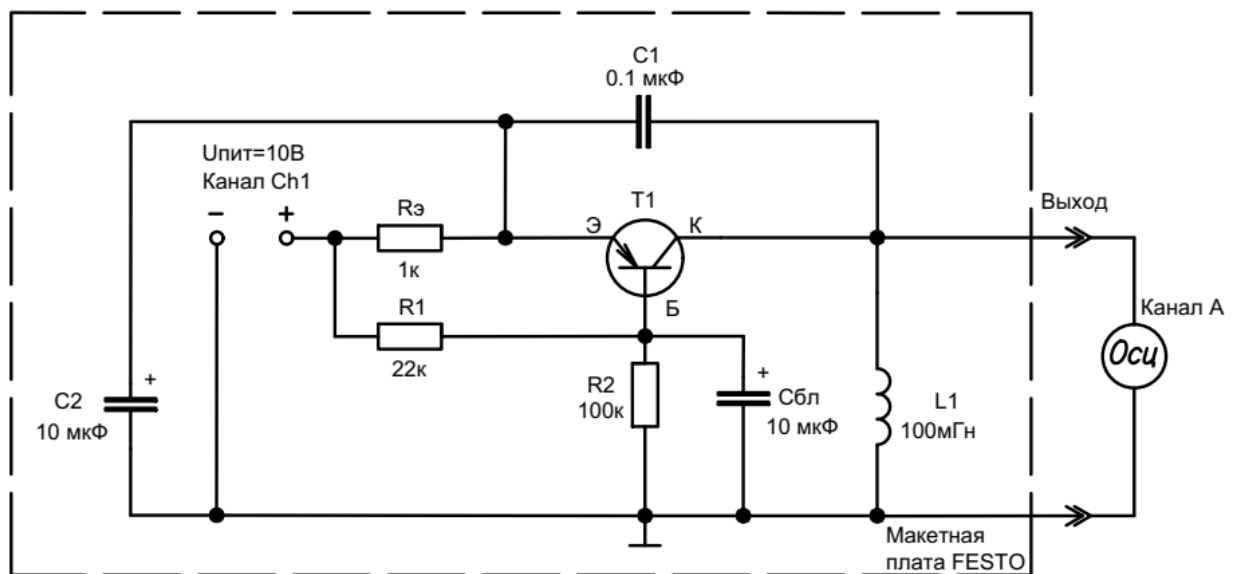

Рисунок 2 – Генератор на основе биполярного транзистора
Для исследования параметров генератора собрана схема (рисунок 2). Напряжение питания генератора – 10В. Для оценки параметров выходного сигнала подключен канал А (1) осциллографа (Осц, рисунок 2).